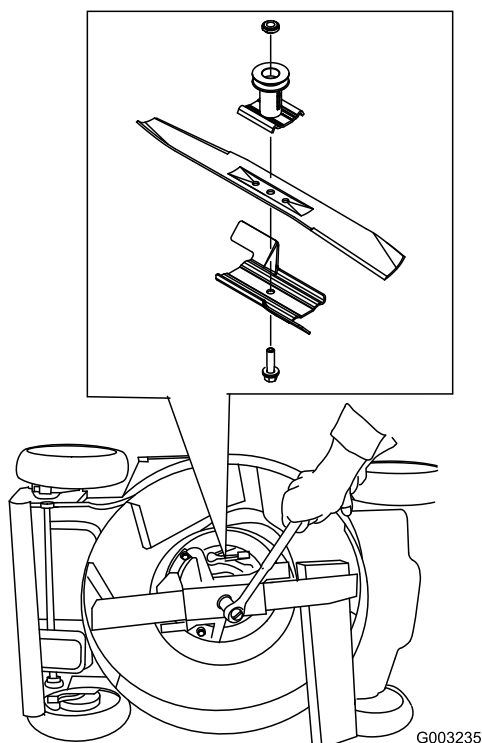

Figura 44
3. Usate un blocco di legno per tenere ferma la lama (Figura 44).